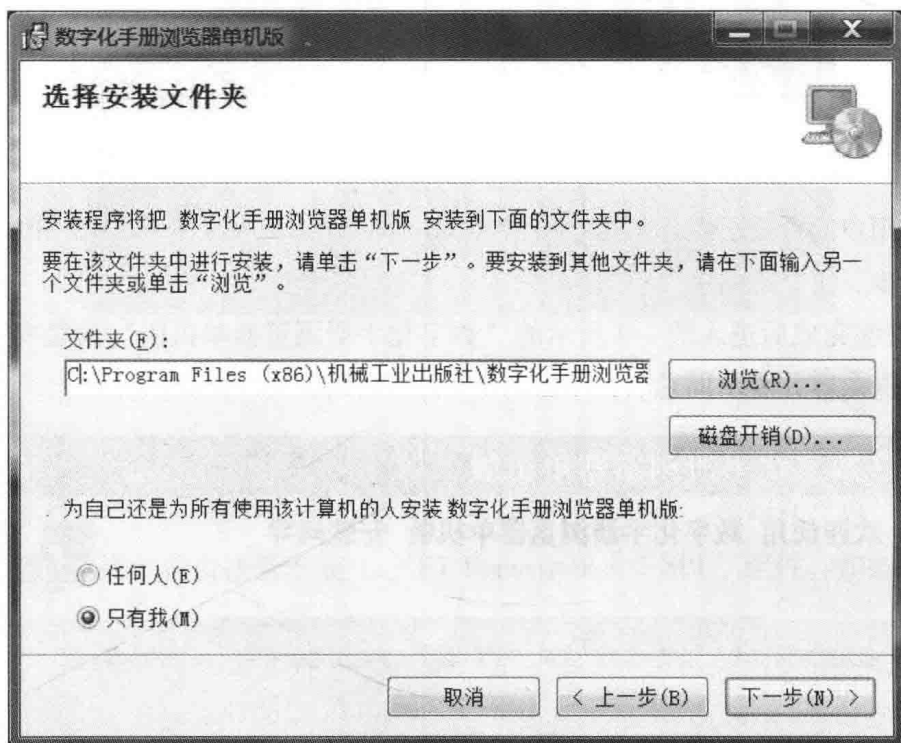

图 1-5 “选择安装文件夹”窗口
5) 进入图 1-5 所示的“选择安装文件夹”窗口。系统推荐的安装目录是“C: